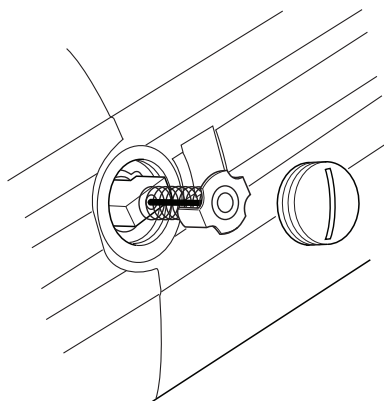

Figure 64. Balai du moteur
3. Tirez le balai vers l'extérieur (Figure 64). Répétez pour le côté opposé.